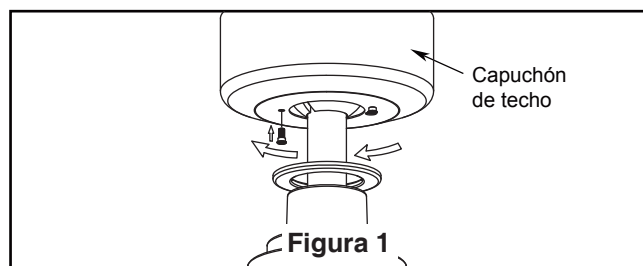

Figura 1
1. Instale la cubierta rotando la ranura clave en la cubierta sobre el tornillo de hombro del soporte del gancho, teniendo cuidado de no pillar los cables. Fije el tornillo de hombro. Instale adecuadamente y fije el segundo tornillo de hombro que fue anteriormente guardado. (Figura 1)